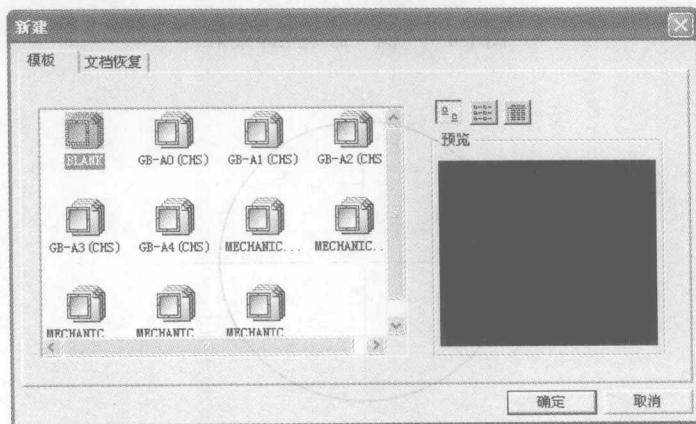

图 1-2 “新建”对话框
**Step2** 新建文件。选择菜单栏中的“文件”→“新建”命令，系统弹出“新建”对话框，如图 1-2 所示。“新建”对话框中提供了若干种模板，可以根据需要进行选用，也可以采用“BLANK”模板创建空白文档，在绘图过程中通过“幅面”菜单重新进行图幅设置。本例